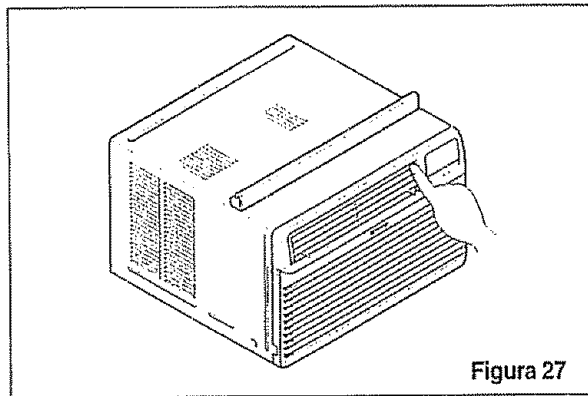

Figura 27
- (Figura 27)
La dirección vertical del aire se ajusta moviendo la rejilla horizontal hacia delante o hacia atrás. (Figura. 27)